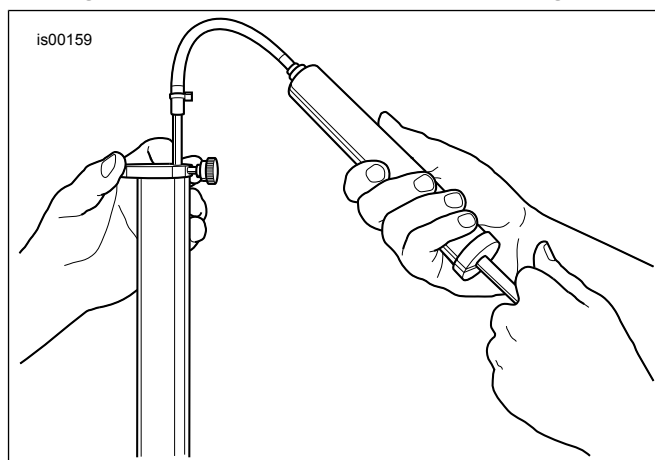

Figura 5. Remoção do excesso de óleo do garfo (HD-59000B)
- a. Veja Figura 5 . Pegue o Indicador de nível de óleo do garfo dianteiro (HD-59000B).